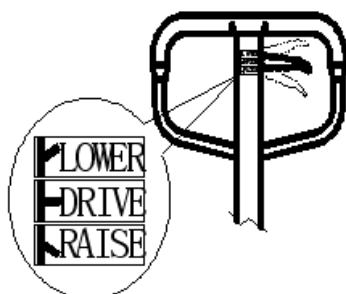

Рисунок 3. LOWER: опускание – положение опускания; DRIVE: движение – среднее положение; RAISE: подъем – положение подъема.
Вы можете видеть маленькую ручку управления (119) над ручкой на ручной тележке для транспортировки грузов на поддонах. Ее можно переводить в три положения (см. рисунок 3). После окончания работы ее необходимо перевести в положение Middle (среднее). Эти три положения были настроены соответствующим образом перед отправкой с завода. Если при аварийной ситуации происходят изменения, вы можете перезагрузить их в соответствии со следующими шагами: